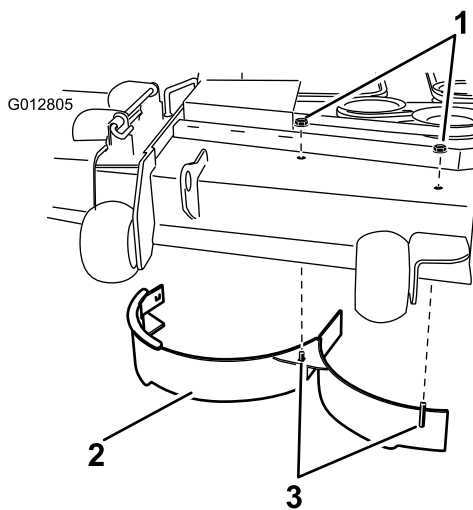

Bild 34
10. Entfernen Sie die zwei Sicherungsmuttern (5/16 Zoll), die die geschweißten Pfosten des rechten Ablenkblechs oben auf dem Mähwerk in der Mitte und rechts von der Mittelstellung sichern (Bild 34). Entfernen Sie das rechte Ablenkblech vom Mähwerk.